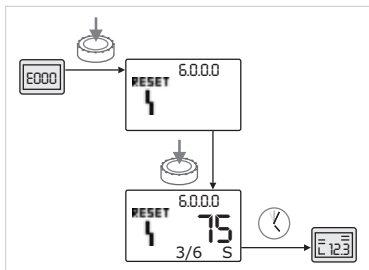

Fig.59: Квитирование типа ошибки В (X < Y)
- Если текущая частота возникновения ошибки меньше, чем максимальная частота возникновения ошибки (рис. 59):